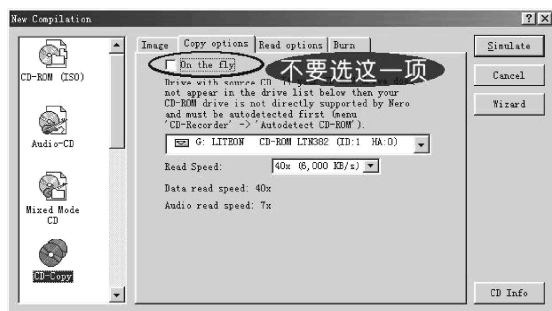

图 9
(1) 将源光盘放入光驱, 选择 “CD-COPY”, 点击选项卡 “Copy options” 并不要选中 “On the fly” (图 9)。
关闭 Nero 的 “New Compilation” 窗口, 即图 9~图 11 所示窗口。在主窗口选择下拉菜单 “File/Burn Image” 项 (图 12), 在弹出的映像文件选择对话框中